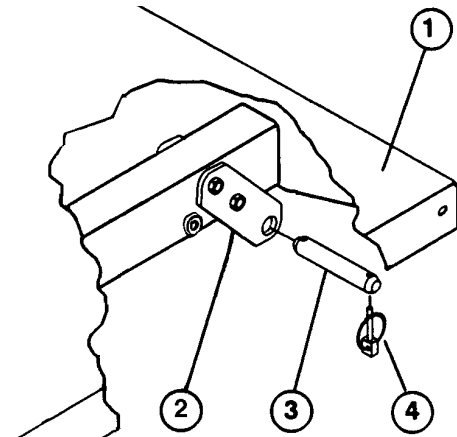

Fig. 2
1. Togliere i perni con testa e gli acciarini montati nelle piastre di rotazione del pianale per il trasporto (Fig. 2).